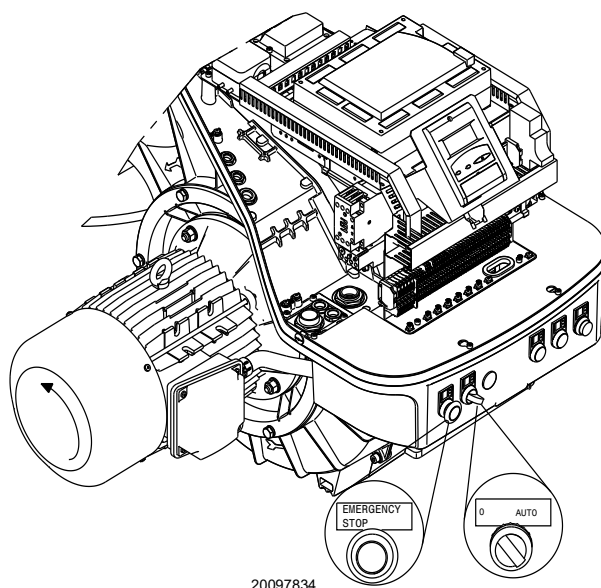

Fig. 25
Mettre l'interrupteur Fig. 25 en position « **AUTO** ».
Quand le brûleur démarre, vérifier la direction de la rotation du moteur, comme indiqué sur la (Fig. 25).
- mettre l'interrupteur de la Fig. 25 sur « **0** » et attendre que la boîte de contrôle réalise la phase d'extinction ;